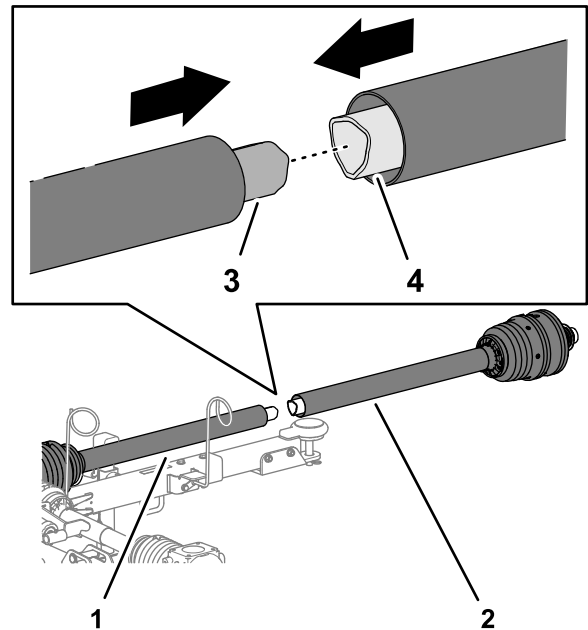

Figura 8
- Alinhe o tubo interno da metade do veio de transmissão da tomada de força com o tubo exterior da metade do veio de transmissão da tomada de força frontal e deslize os tubos em conjunto (Figura 8).